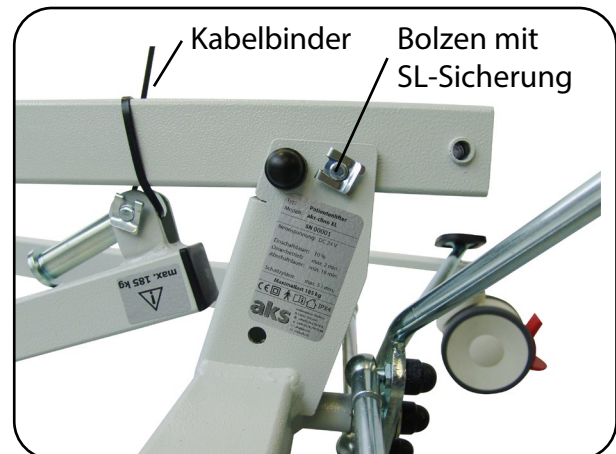

Abb. 13.2.06 - Standmastaufnahme
6. Arretieren Sie den Standmast mit dem Bolzen an der Standmastaufnahme. Sichern Sie den Bolzen mit der SL-Sicherung (Abb. 13.2.06).